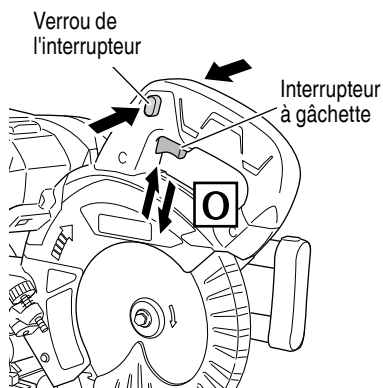

Fig. 26
(1) Mise en marche de la scie (Fig. 26)